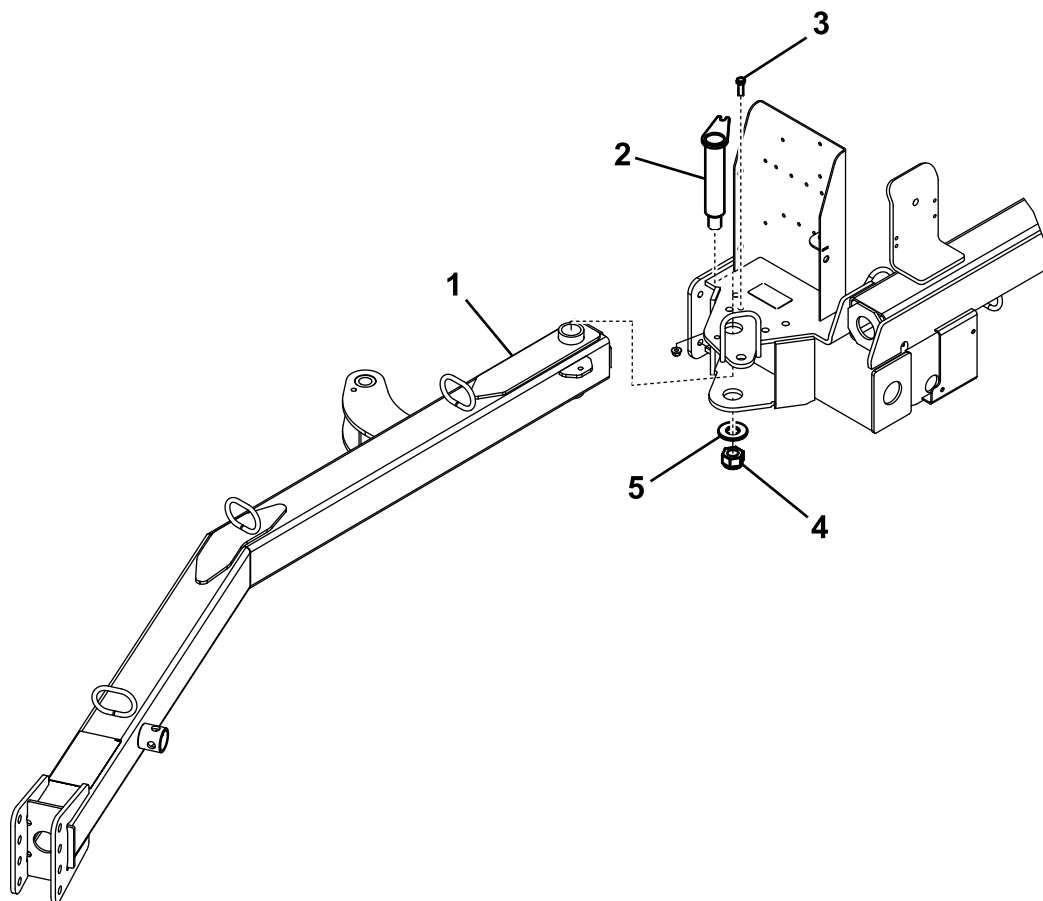

Bild 3
1. Setzen Sie hintere Ende der Anbauvorrichtung zwischen die Befestigungsplatten an der Kehrmaschine. Richten Sie gleichzeitig die Befestigungslöcher aus (Bild 3).
2. Stecken Sie den Anhängerkupplungsstift durch die Befestigungsplatten und die Anhängerkupplungslasche (Bild 3).
3. Befestigen Sie das obere Ende des Anbauvorrichtungsstifts mit einer Kopfschraube (3/8- x 1-1/4 Zoll) und einer Sicherungsmutter (3/8 Zoll) an der Befestigungsplatte (Bild 3).
4. Befestigen Sie das untere Ende des Anbauvorrichtungsstifts mit einer großen Scheibe, einer großen Mutter und einer Vierkantstellschraube (Bild 3).